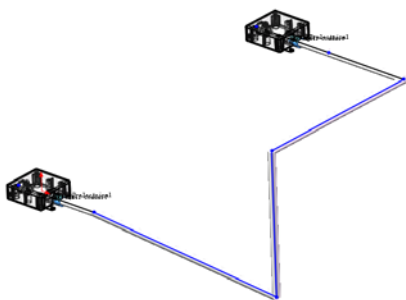
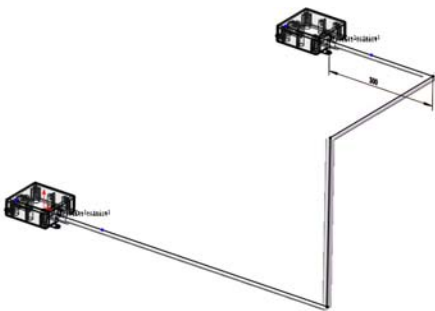

图 18-77 连接线
图 18-78 添加几何关系及尺寸
① 放大到装配体中的接头之一，单击“草图”工具栏中的“直线”按钮，首先选取其连接点端点处的端头绘制向外延伸的三维线，然后按 Tab 键切换坐标系绘制 Y 方向竖直线直到连接到另一个端点，绘制完成如图 18-77 所示的三维草图。最后添加共线、垂直的几何关系，并标注尺寸，如图 18-78 所示。